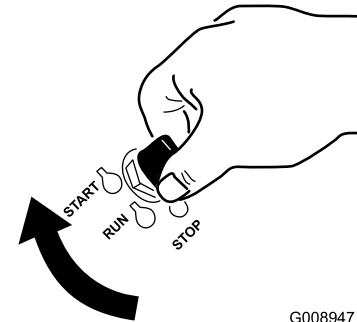

Figura 17
1. Gire la llave de contacto a la posición de Arranque (Figura 17).